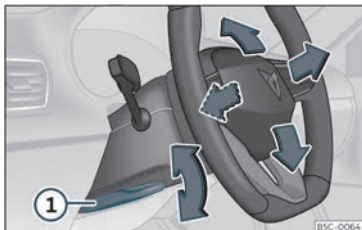

Fig. 4 Alavanca na parte inferior do lado esquerdo da coluna de direção
- Puxe a alavanca»» **Fig. 4 ①** para baixo, mova o volante até à posição desejada e volte a subir a alavanca até ao ponto de fecho.
- Após ajustar a coluna da direção, empurre firmemente a alavanca»» **Fig. 4 ①** para cima para que o volante não mude de posição acidentalmente durante a marcha.